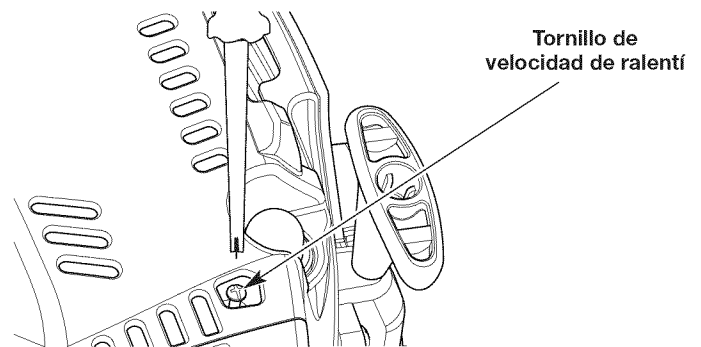

Fig. 25
2. Suelte el control del acelerador y deje que el motor funcione en ralentí. Si el motor se para, use un destornillador Phillips pequeño para girar el tornillo de velocidad de ralentí en el sentido de las agujas del reloj, 1/8 de giro cada vez (según sea necesario) hasta que el motor funciona al ralentí de manera uniforme (Fig. 25).
3. Si el motor funciona al ralentí demasiado rápidamente, gire el tornillo de velocidad de ralentí en el sentido contrario a las agujas del reloj, 1/8 de giro cada vez (según sea necesario) para reducir la velocidad de ralentí (Fig. 25).